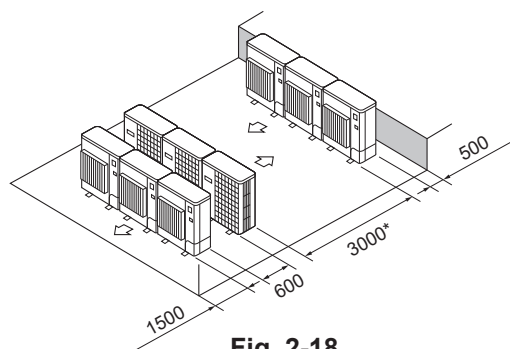

Fig. 2-18
- (6) Disposition pour plusieurs appareils parallèles (Fig. 2-18)